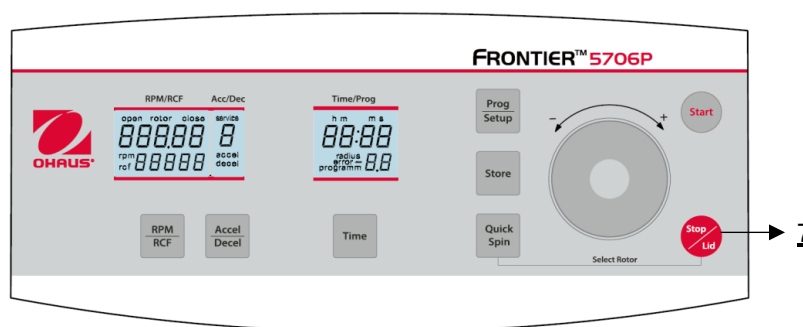

Figure 26
La touche **"Stop/Lid"** (7) (voir figure 26) permet d'interrompre le fonctionnement à tout moment. Après avoir appuyé sur la touche, la centrifugeuse décélère avec l'intensité présélectionnée jusqu'à l'arrêt.